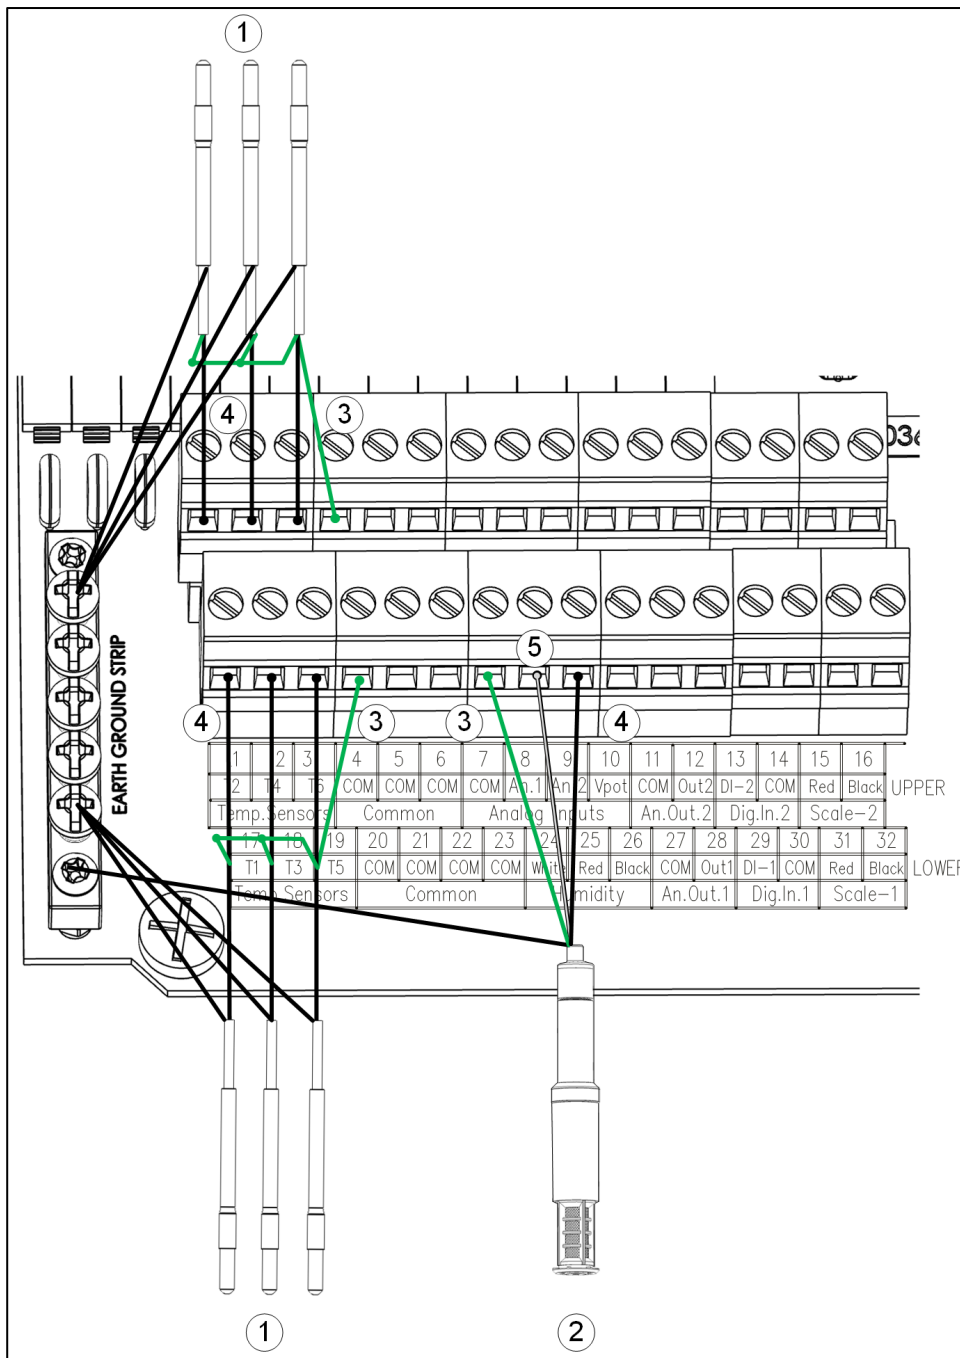

Figura 10: Fiação de terminal: Sensores de temperatura e umidade
- Figura 10: Fiação de terminal, página 99